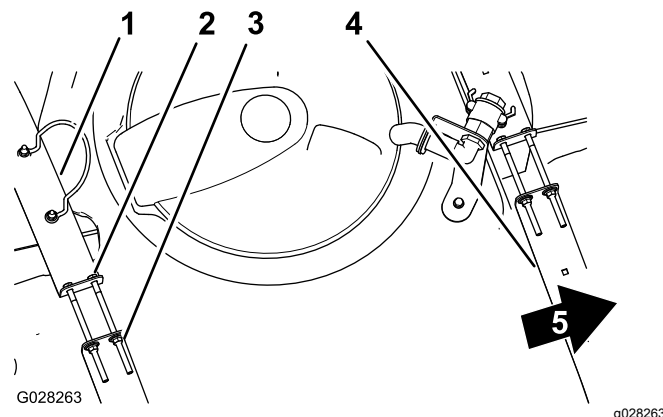

Bild 43
2. Prüfen Sie, ob Sie zwischen den Behälterriemen und dem Behälter eine Bewegung feststellen können (Bild 43).
3. Wenn die Behälterriemen lose am Behälter angebracht sind, ziehen Sie die Sicherungsbundmutter und Schrauben oben an den Riemen an, bis sie mit der Behälteroberfläche bündig sind (Bild 43).